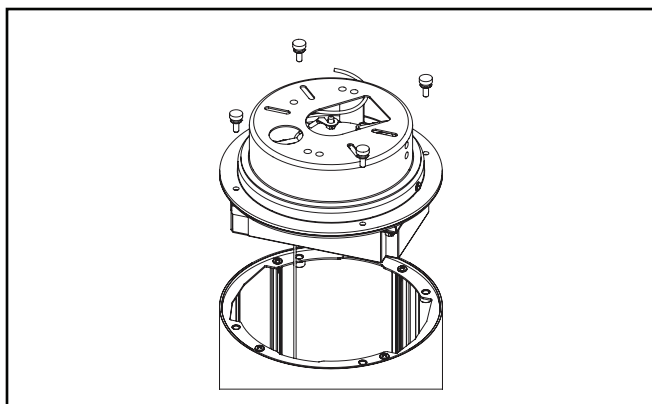

Figure 5.
1. Desserrez et retirez les 4 vis sur le dessus du cylindre. Retirez le dessus du cylindre pour accéder à l'ensemble du support du pilote. (Figure 5).